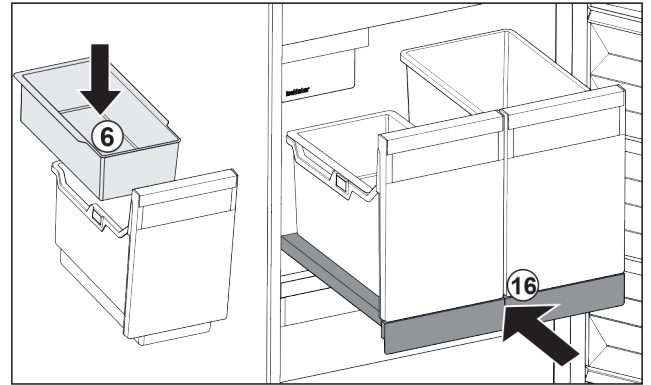

Fig. 125
- ▶ Helyezze be a jégkockák beakasztható tálcáját Fig. 125 (6).
- ▶ Tolja be a kihúzható rácst a tárolóval (IceTower) együtt. Fig. 125 (16)